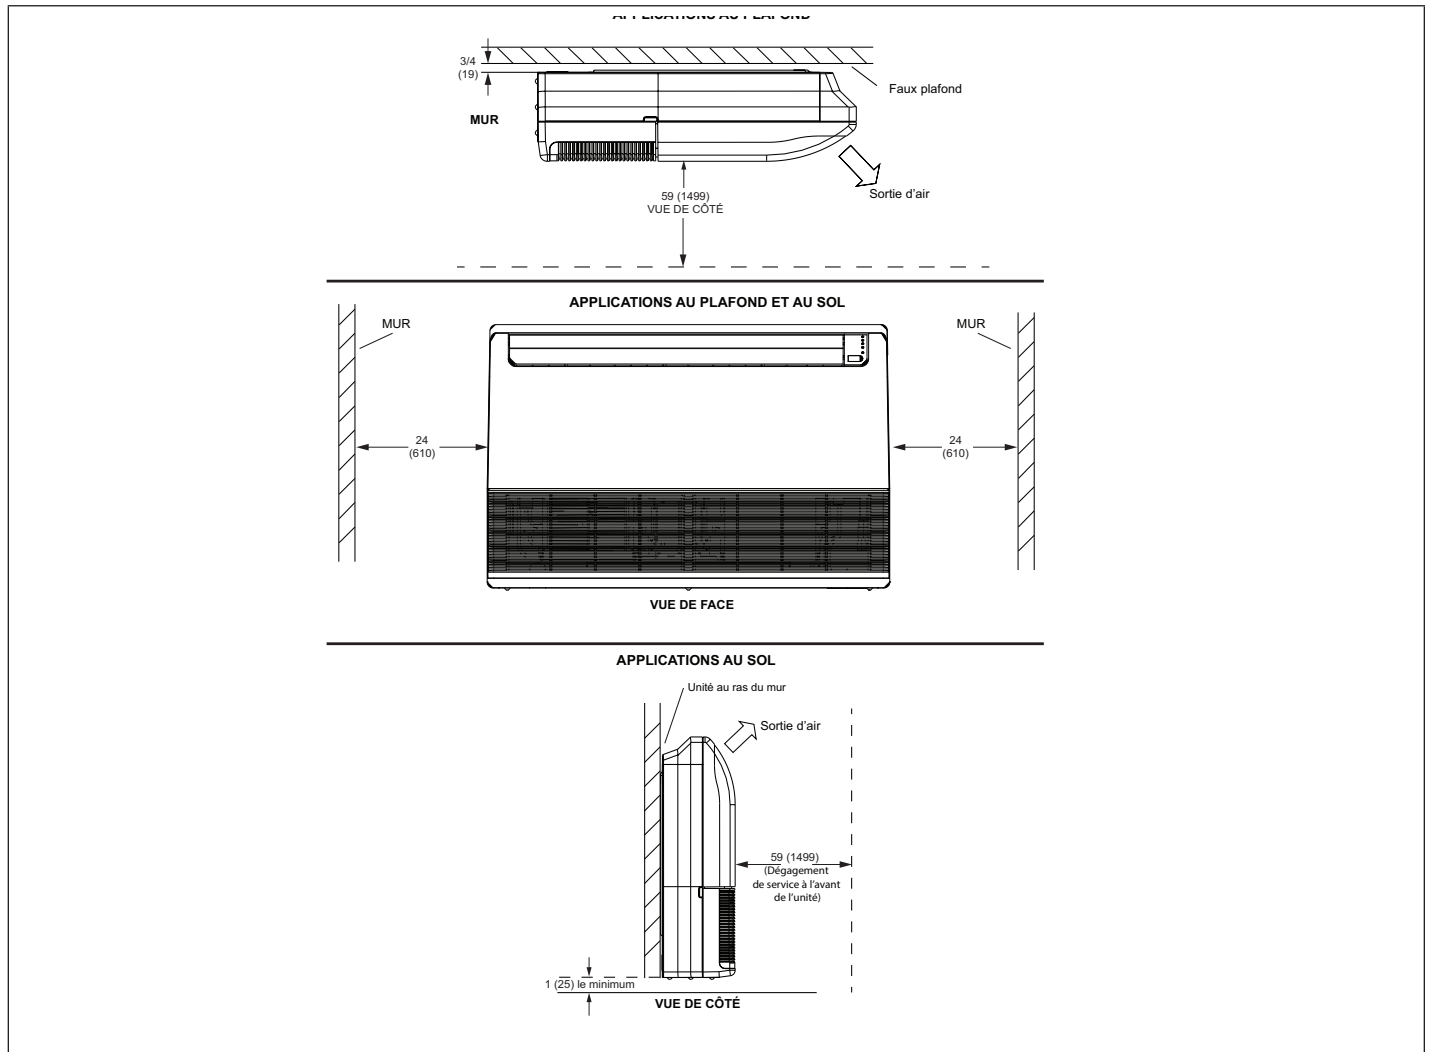

Figure 6. Dégagements de l'unité intérieure - pouces (mm)
- Choisir un endroit convenable où l'accès pour la maintenance et l'air d'alimentation ne seront pas restreints ou affectés par des obstacles. Voir la «Figure 6. Dégagements de l'unité intérieure - pouces (mm)» à la page 7 pour les dégagements minimums.